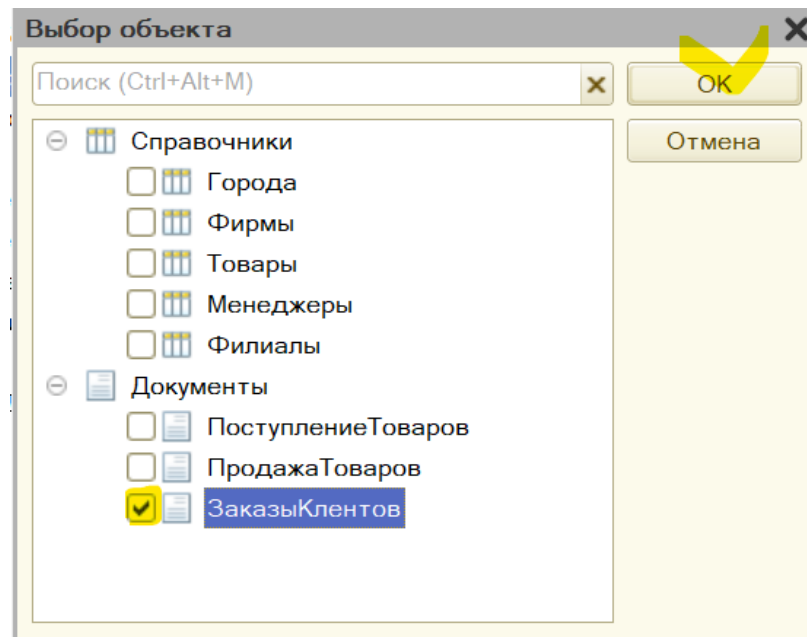

Рис. 5.8. Начальное окно конструктора ввода на основании
2. Здесь в верхней части окна располагается список «Вводится на основании». В этот список можно включить объект, на основании которого будет вводиться документ «ПродажаТоваров». С помощью кнопки справа над списком выберем в качестве основания документ «ЗаказыКлиентов» и щелкнем на кнопке ОК (рис. 5.8).